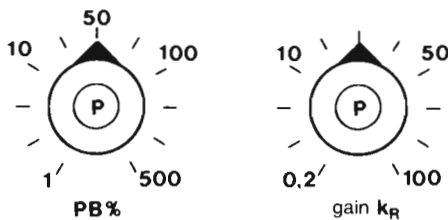

Fig. 9.25
- **Krachtiger instellen van P-actie** (zie fig. 9.25)